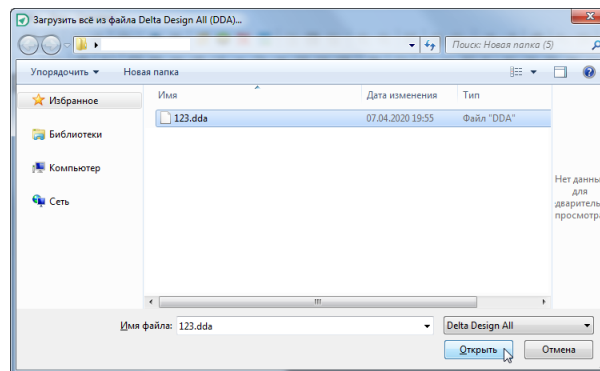

Рис. 80 Выбор резервной копии
2. В открывшемся окне «Загрузить всё из файла Delta Design All (DDA)...» выберите резервную копию и нажмите «Открыть», см. Рис. 80.